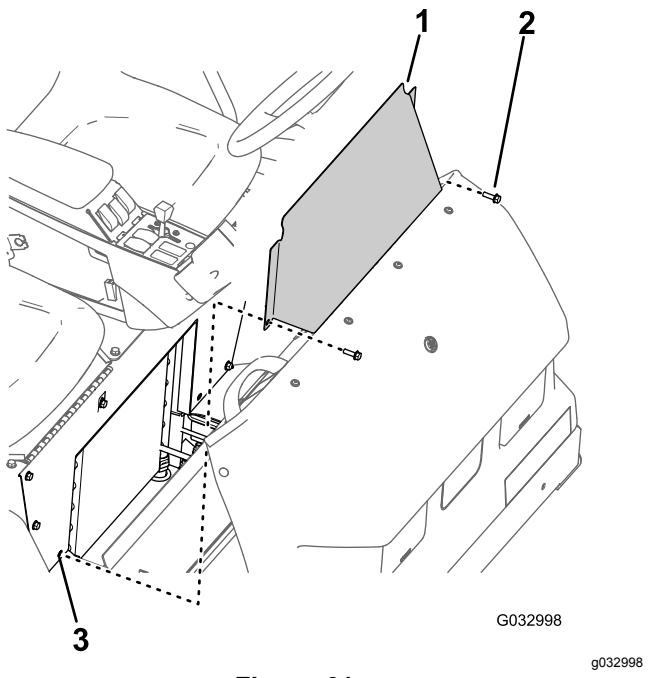

Figura 61
- Rimuovete i 2 bulloni a testa flangiata che fissano il pannello di accesso alla base del sedile (Figura 61).
- Rimuovete il pannello di accesso alla base del sedile dalla macchina (Figura 61).
- Allineate i fori nel pannello di accesso alla base del sedile con i fori nella base del sedile (Figura 61).
- Montate il pannello di accesso alla base del sedile sulla base del sedile con i 2 bulloni a testa flangiata (Figura 61) rimossi al passaggio 1 di Rimozione del pannello di accesso alla base del sedile (pagina 56).